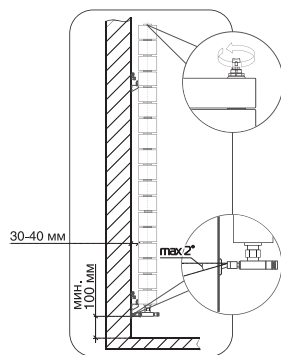

Рис. 3.
1. Для эффективной работы радиатора необходимо соблюдать монтажные расстояния, указанные на рис. 3.
! Во избежание аварии допустимо отклонение оси коллектора радиатора от подводящих труб не более 2° (рис. 3).